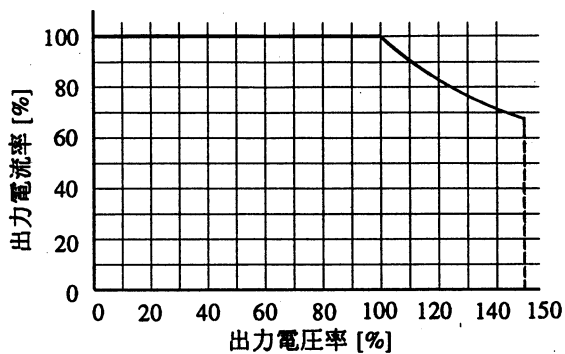
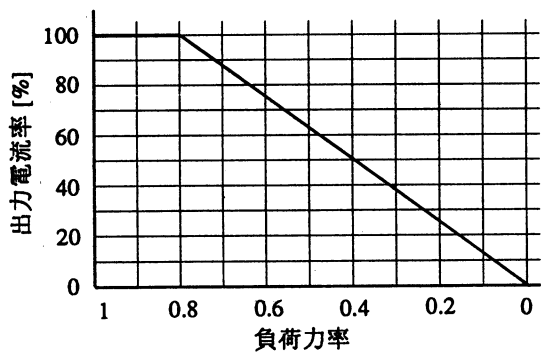

図 1
図 2
出力相電圧100~150V/200~300V時は出力電圧により出力電流を低減。図1
負荷力率が0~0.8の時は負荷力率により出力電流を低減。図2
- ・図 1 と図 2 より、定格出力電流は両方の出力電流率の積となります。また図 3 の出力電流率は両方の出力電流率の値より小さい場合に優先します。